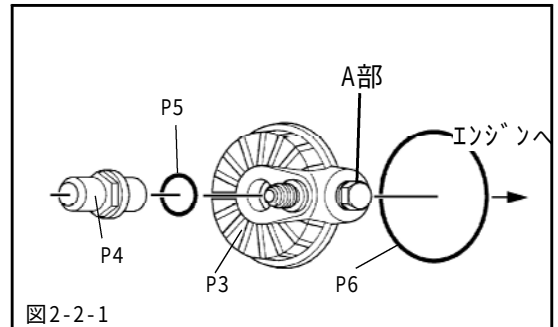

図2-2-1
- (1) Oリング JASO 1026, JASO 3056にエンジンオイルを薄く塗布してください。(図2-2-1)
- (2) 取出しアタッチメントAssyの内側の溝にOリング JASO 3056をアタッチメントボルトBにOリング JASO 1026を組付けてください。(図2-2-1)
- (3) アタッチメントボルトBを使用して、取出しアタッチメントAssyをエンジンのオイルフィルタ取付面に取付けてください。
この際、図中A部がエンジン前方になるように取付けてください。(図2-2-1)